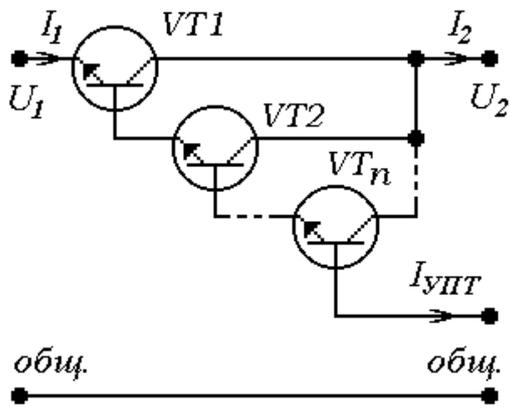

Рис.7. Вариант 7
$$K_{I_l} = \beta_l, \quad l=1 \dots n, \text{ для рис. 7, 8.} \quad (11)$$
$$R_l = \infty, \quad l=1 \dots n, \text{ для рис. 7, 8.} \quad (14)$$
$$I_{УПТmax} = \frac{I_{PЭmax}}{\prod_{i=1}^n K_{I_i}}, \text{ для рис. 7, 8, 9, 10.} \quad (18)$$
$$R_{exPЭ} = \sum_{l=1}^n \left( r_{ex_l} \prod_{i=0}^{n-l} K_{I_i} \right), \text{ для рис. 7, 8.} \quad (28)$$